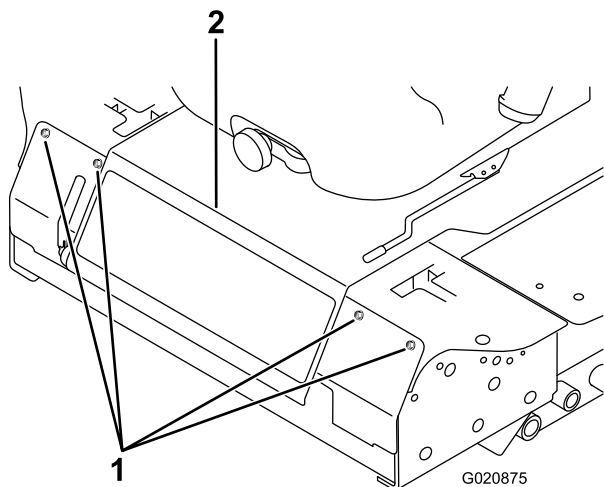

Figura 52
2. Retire os parafusos que fixam o painel dianteiro e retire o painel (Figura 52).